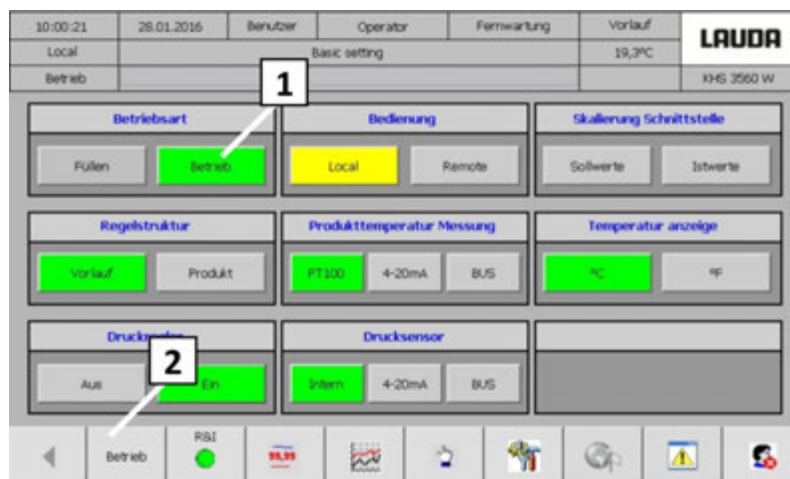

Рис. 35: Экран «Основная настройка»
Переключатель на сенсорном экране разрешается переключать в положение «Работа» лишь после того, как будет достигнут минимальный уровень заполнения расширительного бака, из системы теплоносителя будет полностью удален воздух, а минимальный поток (F100) будет превышать порог выключения (Рис. 35).
25. Переключить переключатель на сенсорном экране из положения «Наполнение» в положение «Работа» (Рис. 35 [1])
27. Открыть экран «Работа» (Рис. 35 [2])